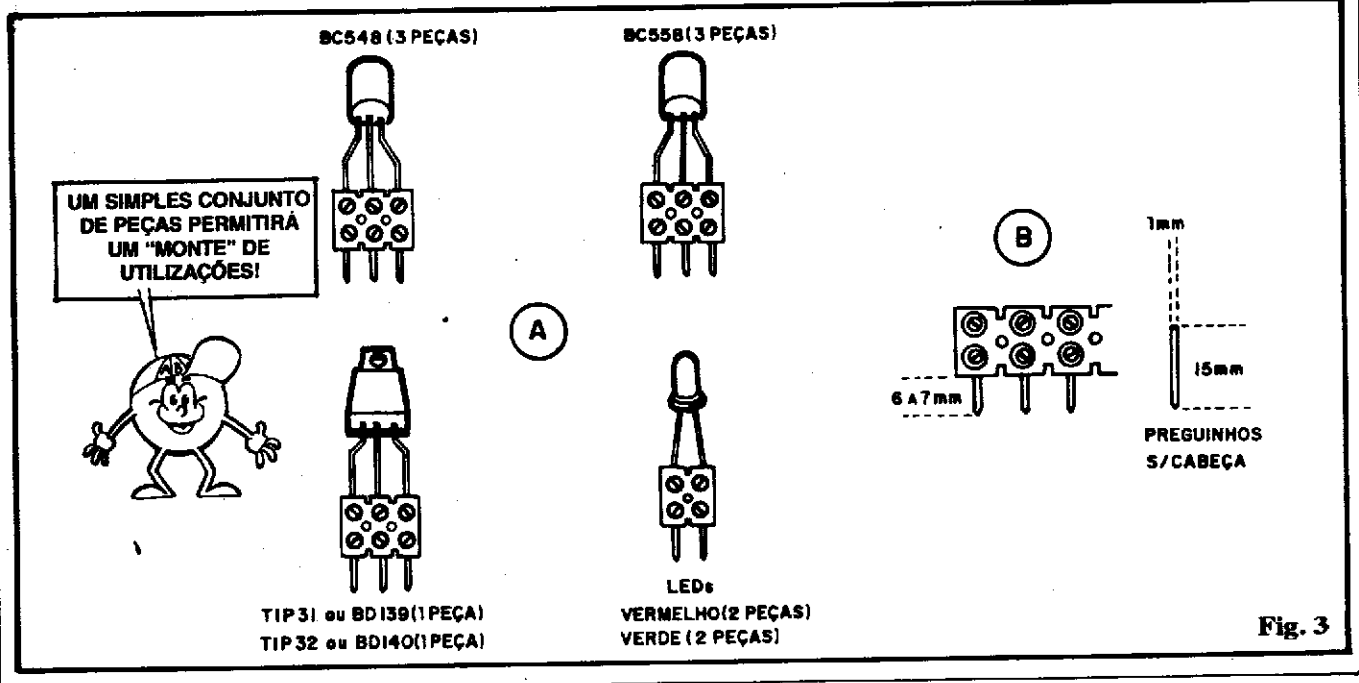
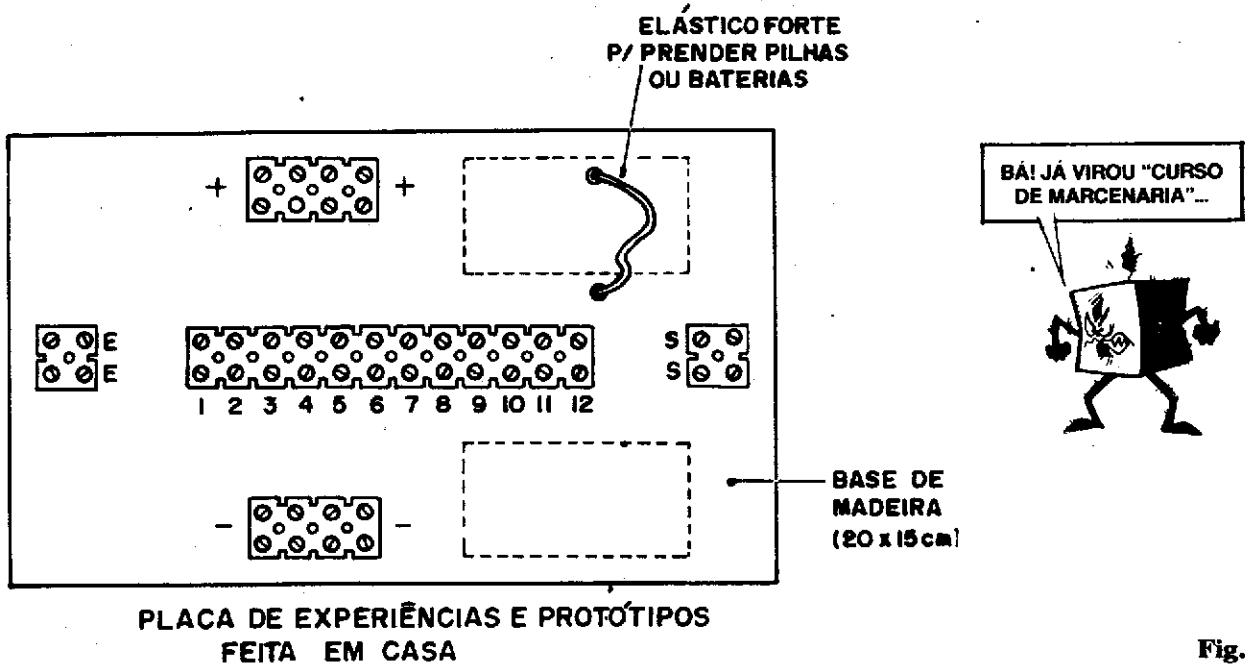

Fig. 3
Fig. 5
- **FIG. 3-A** - Se o Leitor/“Aluno” prestar atenção aos códigos, valores e outros parâmetros e características da grande maioria dos componentes relacionados para as Experiências (e. mesmo para as Montagens Práticas...) do ABC, verá que existem **mnimas** “redundâncias” ou repetições... Isso é nitidamente **proposital**, imaginado no sentido de beneficiar ao máximo o “bolso” de Vocês! Quem comprou as peças para as Experiências das primeiras “Aulas”, desde que possa reaproveitar ao máximo tais componentes, nas Experiências correspondentes à sequência das “Aulas”, quase **nada** deverá adquirir (salvo um ou outro componente mais específico ou “novo”, em termos de utilização...). Dessa maneira, o Leitor/“Aluno” mais “esperto”, logo perceberá que vale a pena constituir uma espécie de “arquivo” ou “estoque” de componentes, destinado justamente às Experiências (tanto as mostradas no nosso “Curso”, quanto as imagi-
- **FIG. 3-B** - Detalhes da implementação dos “sobre-pés”... Reco-
mendamos o uso de pinos firmes, de metal sólido, pouco flexível (já que não haverá mais a necessidade de "entortamentos" com o perfeito casamento das distâncias e espaços inter-segmentos...). Preguinhas sem cabeça (adquiridos por algumas "merrequinhas", em lojas de ferragens...) servirão perfeitamente, desde que tenham um calibre (diâmetro) de aproximadamente 1 mm, e um comprimento de 15 mm. A fixação deve ser feita de modo que "sobrem", externamente à barra, cerca de 6 ou 7 mm de pino. Observem que os parafusos dos segmentos, correspondentes à fixação eletro-mecânica desses "sobre-pinos" **podem** (até "devem"...) ser apertados com mais "braveza", dado o caráter semi-definitivo da conexão... Já os parafusos destinados à ligação do componente propriamente (nas partes superiores dos pedaços de barra - fig. 3-A...) devem, conforme recomendado anteriormente, receber um aperto "maneiro"... Notem as quantidades e códigos de componentes que recomendamos constar do "arquivo" de peças dotadas de "pré-conexão", válidas para esta fase inicial do nosso "Curso"... Nada impede, entretanto, que maiores quantidades de cada exemplar sejam implementadas,
- **FIG. 4** - Talvez nem fosse necessário detalhar, mas vamos lá (tem sempre gente nova chegando à "Escola", e é nosso dever atender também a esses "calouros"...): o diagrama mostra claramente como as peças dotadas de **pré-conexão** (fig. 3-A) e mais as peças ligadas diretamente, devem ser aplicadas à uma barra de conectores "principal". Complicação...? Nenhuma... É enfiar, apertar os parafusos (não muito...) e pronto! Um outro ponto que merece alguma atenção do Leitor/"Aluno" é o que se refere aos **jumpers** (simples pedaços de fio, interligando segmentos específicos da barra principal...). Estes são intensamente utilizados nas nossas montagens "sem solda"; assim, o Leitor/"Aluno" previdente e organizado, poderá manter também um pequeno "estoque" de **jumpers**, em vários tamanhos (comprimentos), feitos com pedaços de fio sólido isolado, nº 20 ou 22, do qual, em ambas as extremidades, cerca de 6 a 7 mm de isolamento deve ser retirado. Na hora de implementar as montagens ou protótipos, basta escolher no "estoque", os **jumpers** já prontinhos, no conveniente tamanho, quando necessários... Essas interligações também poderão ser largamente reaproveitadas, desde que inicialmente confeccionadas em material de boa qualidade. Numa caixinha qualquer podem ser guardados (tudo organizado e bem classificado...) os componentes dotados de pré-conexão, e os **jumpers** pré-dimensionados, de maneira que o Leitor/"Aluno" terá seu mini-laboratório sempre à mão!
- **FIG. 5** - Se o Leitor/"Aluno" julgou (como julgamos nós...) válido a implementação do conjunto básico de peças dotadas de pré-conexões, de modo a formar um conjunto semi-permanente de componentes para Experiências, protótipos e "invenções", a sequência natural dessa idéia é promover a confecção de uma verdadeira "mesa de projetos"
"-" (barra do negativo da alimentação). Observem também a conveniência de se numerar os segmentos da barra principal (o que facilitará, como já sabemos, a identificação dos pontos de ligação de componentes, jumpers, etc.). Todas essas marcações poderão ser facilmente feitas, com caneta ou lápis, sobre a madeira/base da nossa "mesa de protótipos". Com uma base conforme a mostrada na fig. 5, mais um conjunto de componentes dotados de pré-conexão (ver fig. 3-A e Lista respectiva), além de um punhado de resistores e capacitores nos valores e parâmetros mais frequentemente utilizados, o Leitor/"Aluno" terá um verdadeiro "minilaboratório" experimental, completo, organizado, semi-portátil, que tornará seu aprendizado (e suas próprias "maluquices" eletrônicas...) mais simples, mais rápido e agradável, além de - seguramente - mais econômico, a médio prazo! O módulo sugerido na fig. 5 é, naturalmente, básico... Nada impede que quem quiser (e puder, a nível de "tutu"...), faça-o maior, simplesmente "encompridando" toda a tábua/base (cerca de 35 x 15 cm.), anexando mais uma barra "inteira" na região central (em "linha" com a primeira...) e também "dobrando" os pequenos módulos de contatos
periféricas "remotas" devem ser realizadas, ainda que em caráter provisório... Isso pode ser implementado de maneira limpa e organizada, via cabos de apoio conforme o mostrado na figura: entre 25 e 50 cm. de comprimento, dotados, numa das pontas, de um segmento único (cortado da barra de conetores...) com "pino" (ver fig. 3-B) e, na outra extremidade, de uma garra "jacaré" mini, isolada. As quantidades de itens abaixo relacionadas constituem uma boa média que, junto com os itens já sugeridos e relacionados, completará, na prática, o Laboratório Experimental do Leitor/"Aluno" organizado...